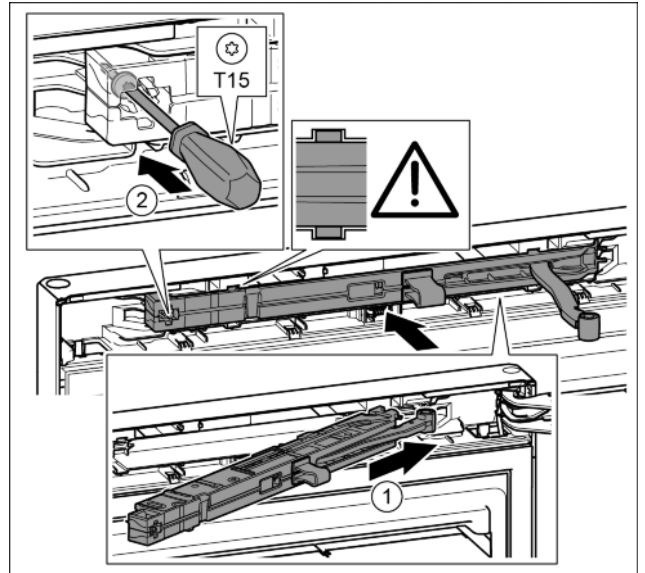

Fig. 41
- Introduire à fond l'amortisseur de fermeture du côté du support de palier dans la rainure en l'inclinant. Fig. 41 (1)
- Serrer la vis avec un tournevis T15. Fig. 41 (2)